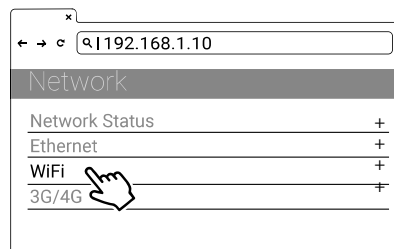

Abbildung 4-5. Netzwerkauswahl
- 2) Wählen Sie das WLAN-Modul. Siehe nachfolgende Abbildung 4-5.